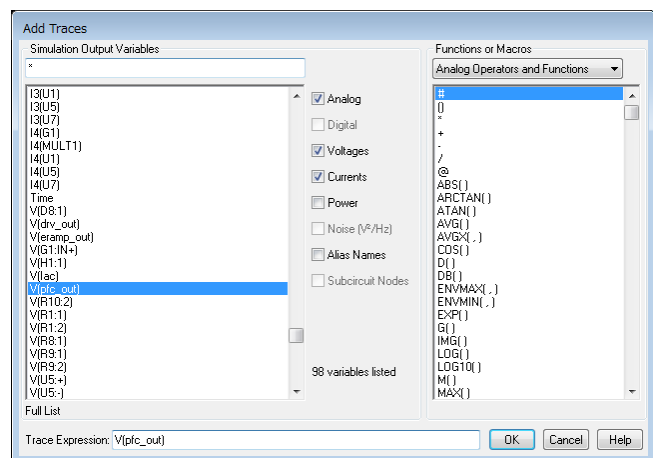

図 5.6 「Add Traces」画面
- (2) 「Add Traces」画面から表示する波形を選択します。電圧波形の場合には V (ネット名)、電流波形の場合には I (素子名) を選択してください。(図 5.6)